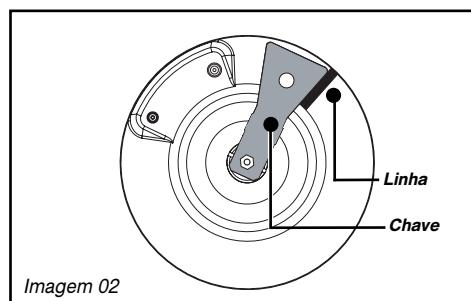

Imagen 02
- Com um lápis, faça uma linha na placa do forno no local indicado (*Imagen 02*).